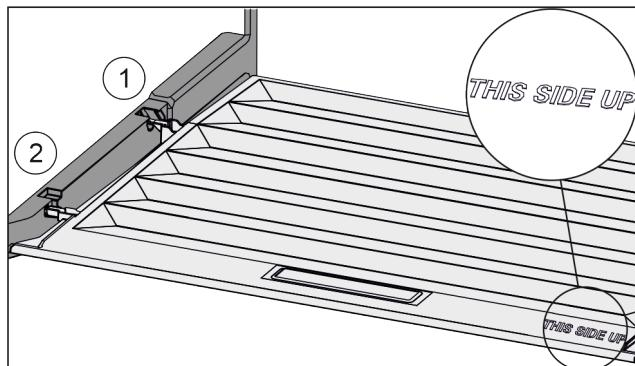

Fig. 55
- Встановити поперечні ребра через отвір заднього тримача Fig. 55 (1) і зафіксувати спереду у тримачі Fig. 55 (2).